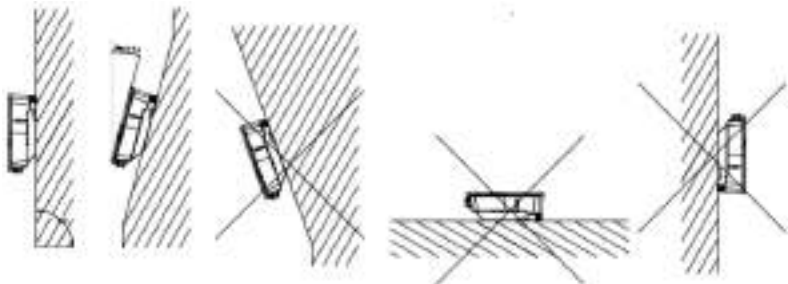

Figura 4.1 Método de montagem
- ① O equipamento utiliza resfriamento por convecção natural, e pode ser instalado tanto em ambientes internos quanto externos.
- ② Instale o equipamento de acordo com as orientações da Figura 4.1. Recomenda-se instalá-lo verticalmente, no nível do chão. Monte-o verticalmente ou inclinado para trás em no máx. 15°. Nunca instale o inversor inclinado para frente, lateralmente, horizontalmente ou de cabeça para baixo.
- ③ Considerando a conveniência para manutenção, instale o equipamento em uma posição paralela à linha de visão.
- ④ Ao montar o inversor, considere a solidez da parede ou do trilho, incluindo acessórios. Certifique-se de que o painel traseiro esteja montado firmemente.